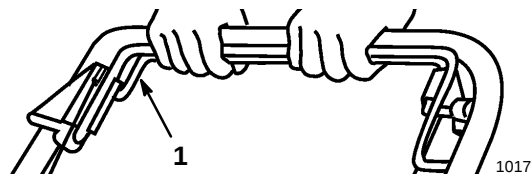

Figure 8
1. Pour commander la traction, serrer la barre de commande de traction contre le mancheron et la maintenir (Fig. 8).